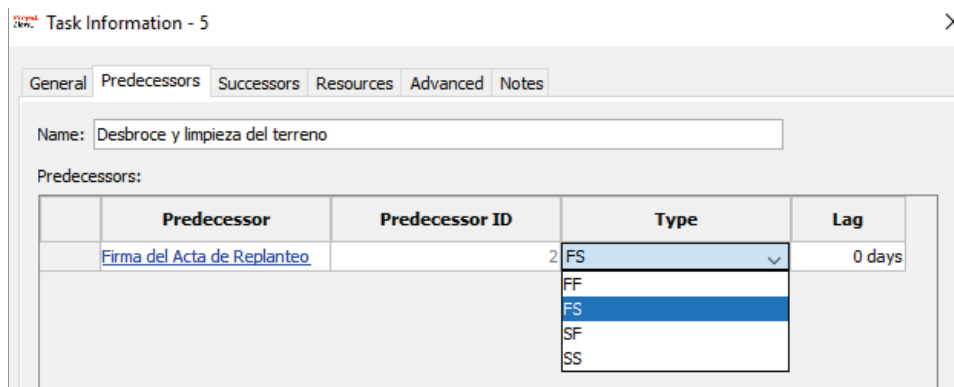

Figura 20.
- Con doble clic sobre la tarea, desde el menú *Task Information* y en la pestaña *Predecesoras*, como se observa en la figura 20.